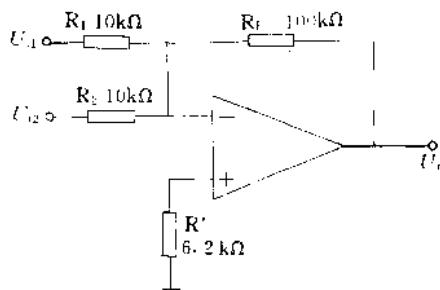

图 3-1
实验电路如图 3-1 所示。
(1)按图 3-1 电路接线,接通电源。